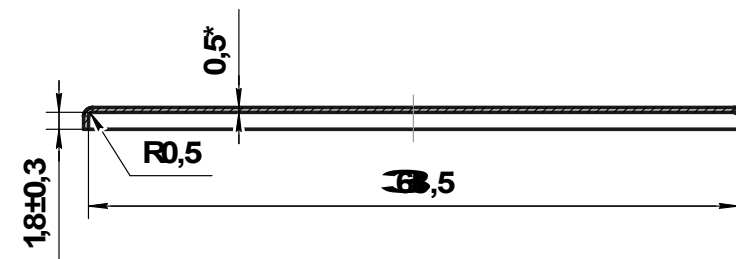
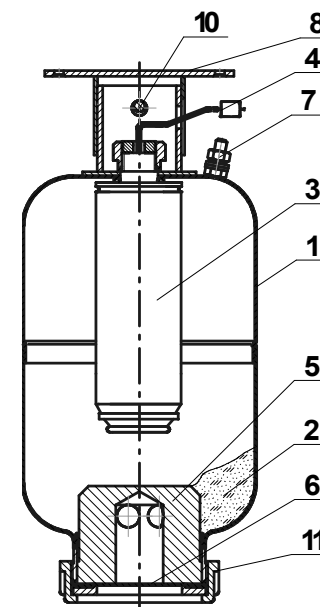
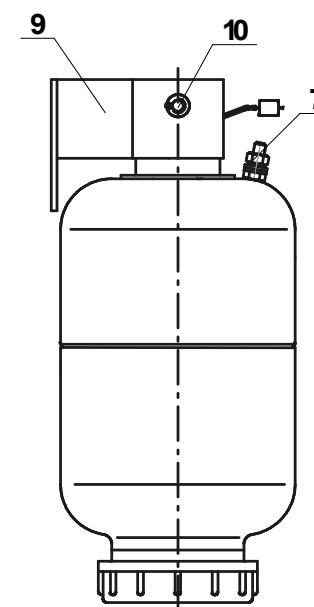

Рисунок 7
Рисунок 1
Рисунок 2
7.3 При перезарядке и сборке сработавшего на тушение возгорания МПП необходимо заменить ИХГ (поз. 3 рисунок 1) ИХГ-10(М)-02 СИАВ 066614.020.000 ТУ исполнения СИАВ 066614.020.000-05, заполнить корпус МПП огнетушащим порошком и установить мембрану (поз. 6 рисунок 1), изготовленную по чертежу (рисунок 7) из листа АМцН2-0,5 ГОСТ 21631-76. После установки мембраны необходимо обеспечить момент затяжки гайки (поз. 11 рис. 1) усилием  $(150 \pm 10)$  Н·м.
4.1.1 МПП (см. рисунок 1) состоит из корпуса 1, в котором размещаются огнетушащий порошок (ОП) 2 и источник холодного газа (ИХГ) 3 элементом электропусковым 4. В нижней части корпуса находится насадок-распылитель 5, выходное отверстие которого перекрыто мембраной 6. Модуль имеет заземляющий зажим 7. В верхней части МПП снабжен кронштейном 8 для крепления к потолочному перекрытию (рисунок 1) или кронштейном 9 для крепления на стене (рисунок 2). Кронштейн с МПП соединяется осью 10, которая фиксируется через шайбы шплинтами.
6.2 Закрепить кронштейн 7 (см. рисунок 1) на потолке или кронштейн 9 (см. рисунок 2) на стене. Координаты отверстий в кронштейне, предназначенном для крепления МПП на потолке, приведены на рисунке 3а), на стене – на рисунке 3б).